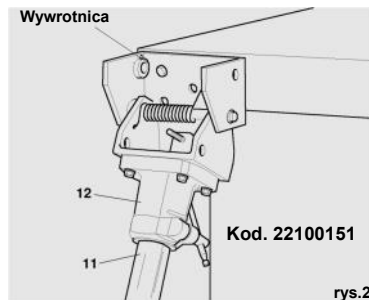

rys.1
Jeżeli wspornik jest zamontowany na "wywrotnicy" (rys.2), elastyczny system bezpieczeństwa poprzez sworzeń (13b) (rys.1), zapobiega przed wypadnięciem rury pionowej (11) z podstawy (12), nawet jeśli uchwyt nie został zablokowany.
Ten system zabezpieczenia stosuje się również w przypadku kolumny poziomej (10) (patrz rys.1), gdzie trzpień (13a) utrzymuje rurę przeciwdziałając jej samoistnemu wysunięciu z kolumny.